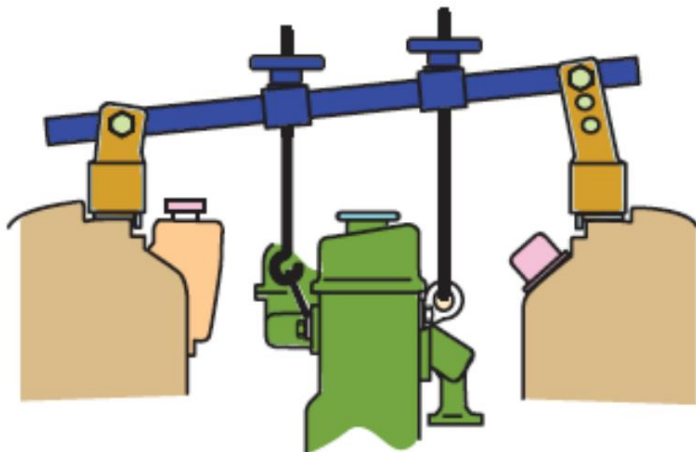

Figura 8. La mayoría de los vehículos con tracción delantera (FWD) requieren el uso de un accesorio para sostener el motor antes de quitar el transeje.
PASO 3: Instale una herramienta de soporte del motor para mantenerlo en su posición correcta mientras se retiran el transeje y sus soportes. Figura 8.